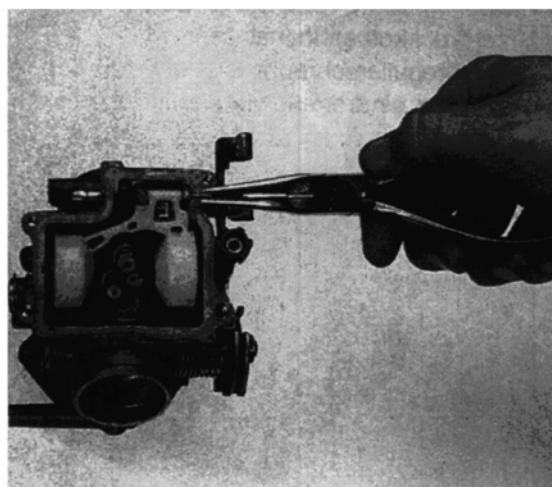

Bild 38
- Schwimmerachse herausziehen und Schwimmer samt Nadelventil abnehmen (Bild 38).